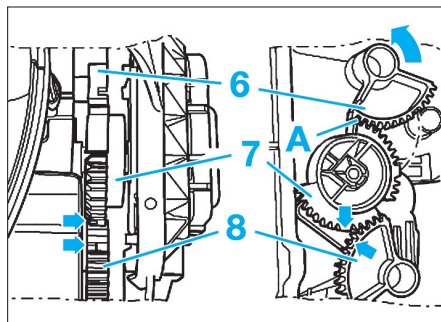

FIG. 30
- Guider le servomoteur sur le boîtier de manière à ce que la première dent (A) du pignon (7) vienne en prise dans le premier et le deuxième entredent du pignon du segment cranté (6) du volet d'air frais (Fig.30).